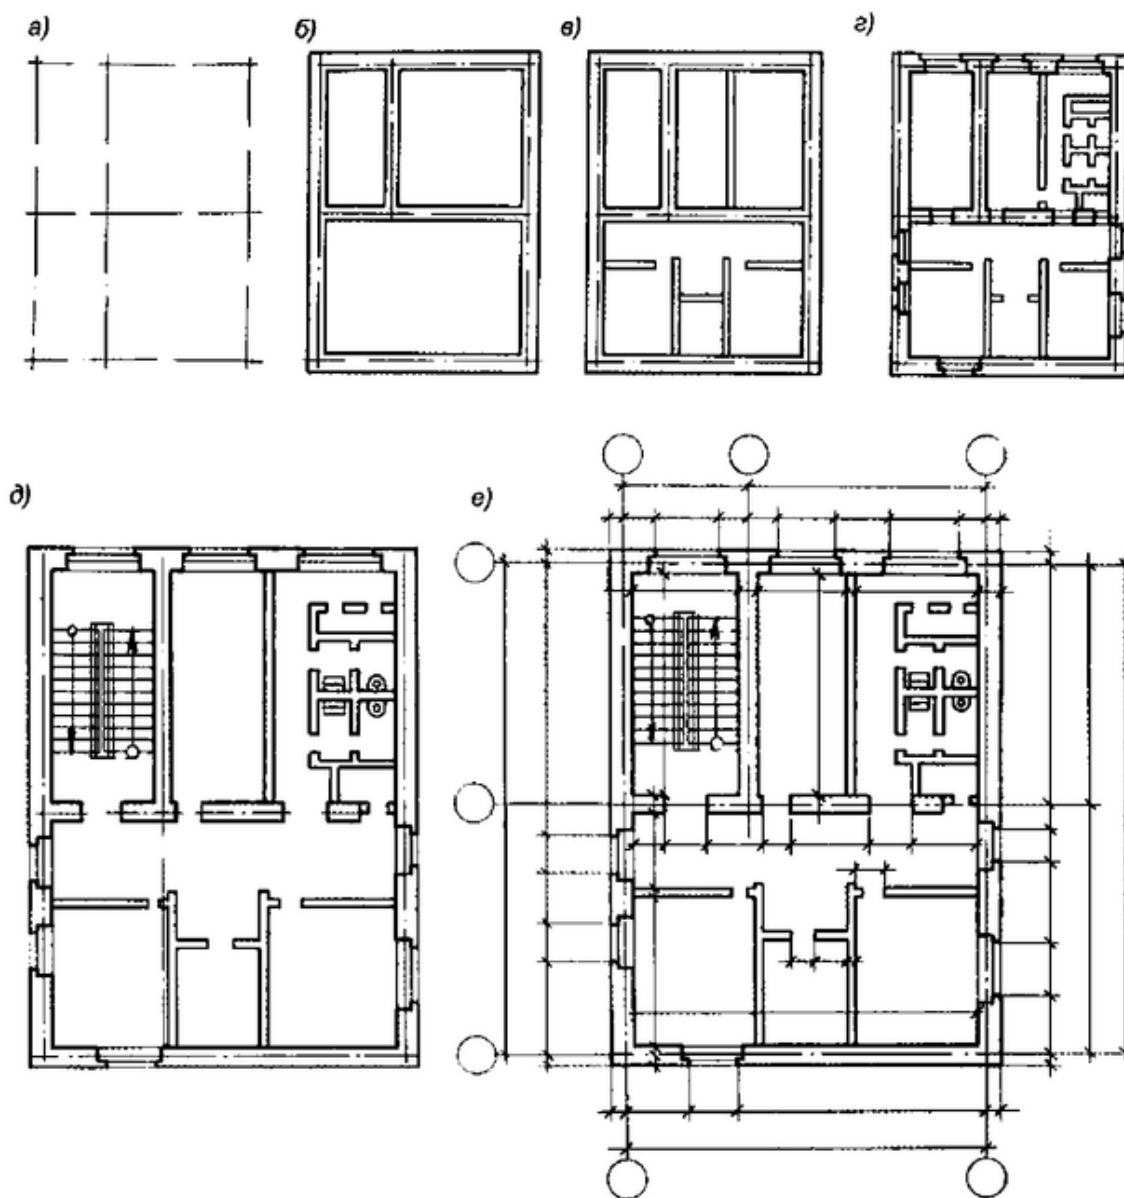

Рисунок 30 - Этапы выполнения плана здания
1. Наносят координационные оси, сначала продольные, потом поперечные (рис. 30, а). Эти оси являются условными геометрическими линиями. Они служат для привязки здания к строительной
2. Прочерчивают тонкими линиями (толщиной 0,3—0,4 мм) контуры продольных и поперечных наружных и внутренних капитальных стен и колонн (см. рис. 30, б).
3. Вычерчивают контуры перегородок тонкими линиями (рис. 30, в). Следует обратить внимание на различие в присоединении наружных и внутренних капитальных стен и капитальных стен и перегородок.
5. Вычерчивают условные обозначения лестниц, санитарно-технического и прочего оборудования, а также указывают направление открывания дверей (рис. 30, д).